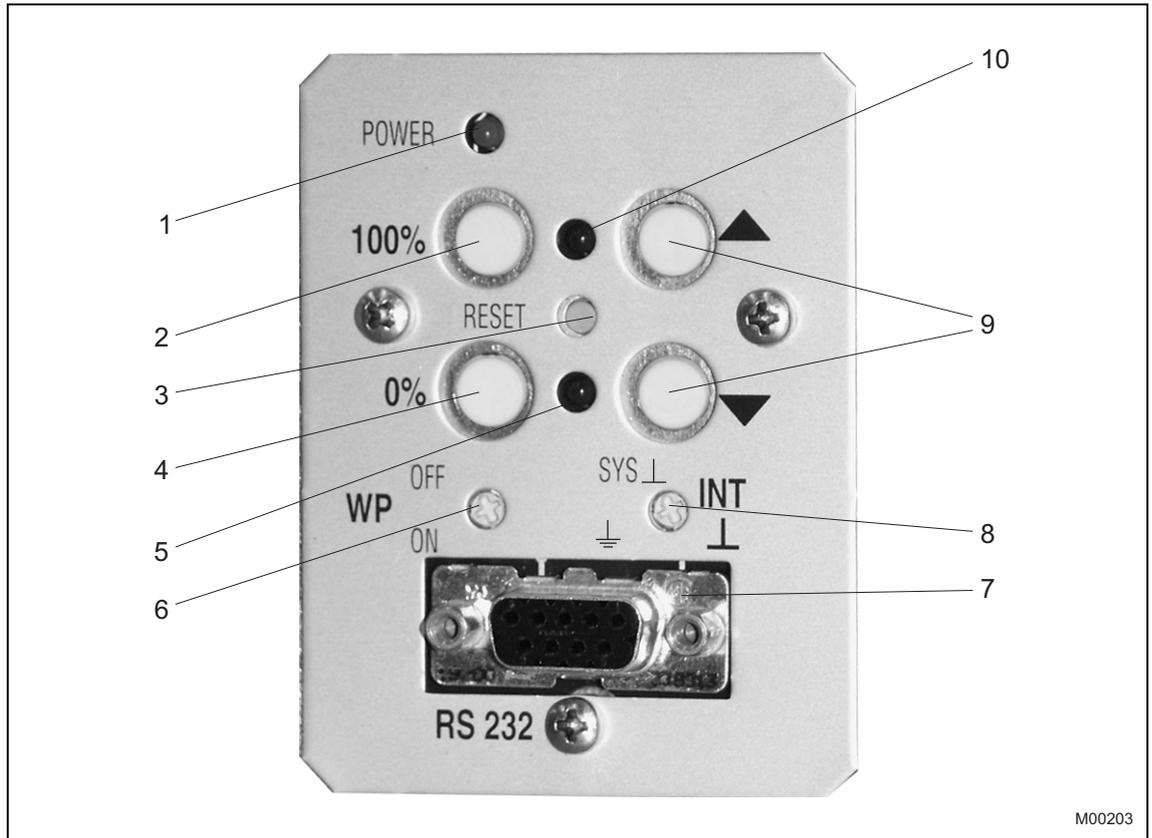

Abb. 1: Inbetriebnahme- und Servicefeld
Die LEDs (Pos. 5 und Pos. 10, Abb. 1) blinken entsprechend der ausgelösten Funktion mit unterschiedlichen Frequenzen.
- Elektronik in den Betriebszustand „Justieren“ schalten. Hierzu beide Fahrtaster (9) gleichzeitig ca. 5 s gedrückt halten, bis beide LEDs (Positionen 5 und 10 in Abb. 1) mit 4 Hz synchron blinken.